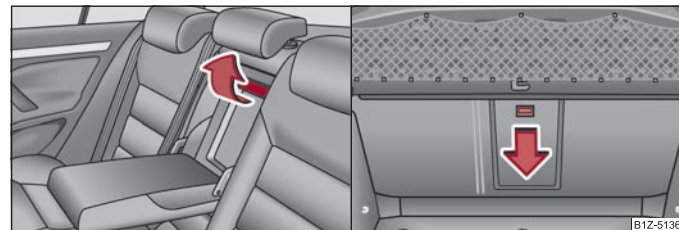

Fig. 78 Bancheta spate: Mâner / Portbagajul: Tasta de deblocare
- Trageți mânerul până la limită în sus și rabatați capacul în jos ⇒ pagina 65, fig. 78 - stânga.
- Împingeți tasta de deblocare în jos ⇒ pagina 65, fig. 78 - dreapta -, și rabatați capacul (cu cotiera) în față.